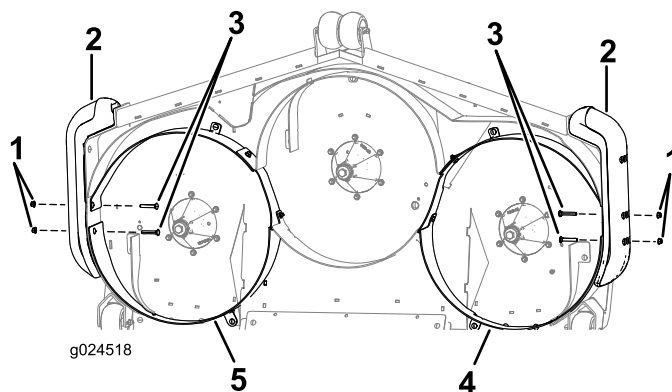

Figure 6
Remarque: Pour faciliter l'alignement des déflecteurs, insérez, mais ne serrez pas, les boulons de carrosserie (3/8-16 x 2,5 po) et les écrous à embase (3/8-16) par le côté des déflecteurs et du pare-chocs (Figure 6).
1. Insérez 2 boulons de carrosserie (3/8-16 x 2,5 po) de chaque côté dans les déflecteurs droit et gauche et dans le pare-chocs (Figure 6).
2. Bloquez les boulons de carrosserie avec 2 écrous à embase (3/8-16) de chaque côté (Figure 6).